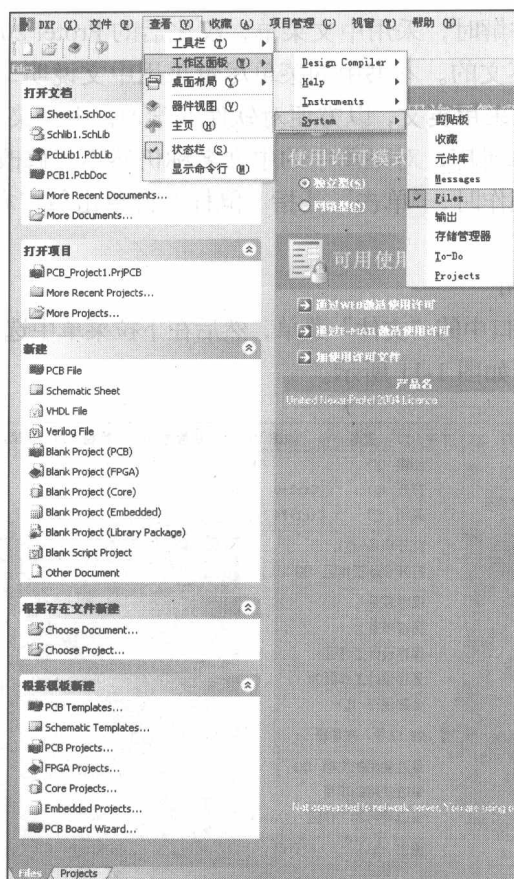
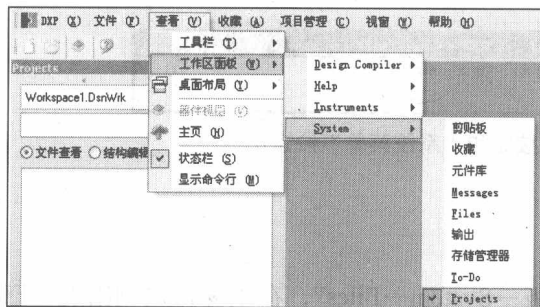

图 1-13 打开工作区“Files 文件”面板
图 1-14 打开工作区“Projects”面板
(1) 执行菜单命令“查看→工作区面板→System→Files”，在主窗口左侧出现“Files”面板，其操作界面如图 1-13 所示。
(2) 执行菜单命令“查看→工作区面板→System→Projects”，或者单击图 1-13 下方的 **Projects** 面板标签，在主窗口出现“Projects”面板。其操作界面如图 1-14 所示。